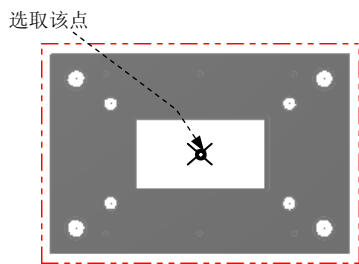
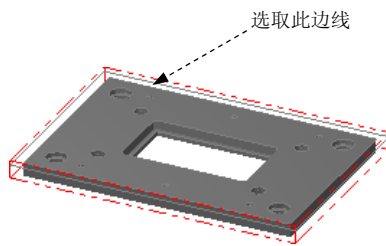

图 2.4 定义基准点
图 2.5 绘制矩形边界
Step1. 绘制矩形边界。单击顶视图 按钮，选择 **C 绘图** → **R 矩形** 命令，系统弹出“矩形”工具栏。在“矩形”工具栏中确认 按钮被按下，选取图 2.4 所示的点，然后在 后的文本框中输入 320，在 后的文本框中输入 220，按 Enter 键。单击 **✓** 按钮，完成矩形边界的绘制，结果如图 2.5 所示。